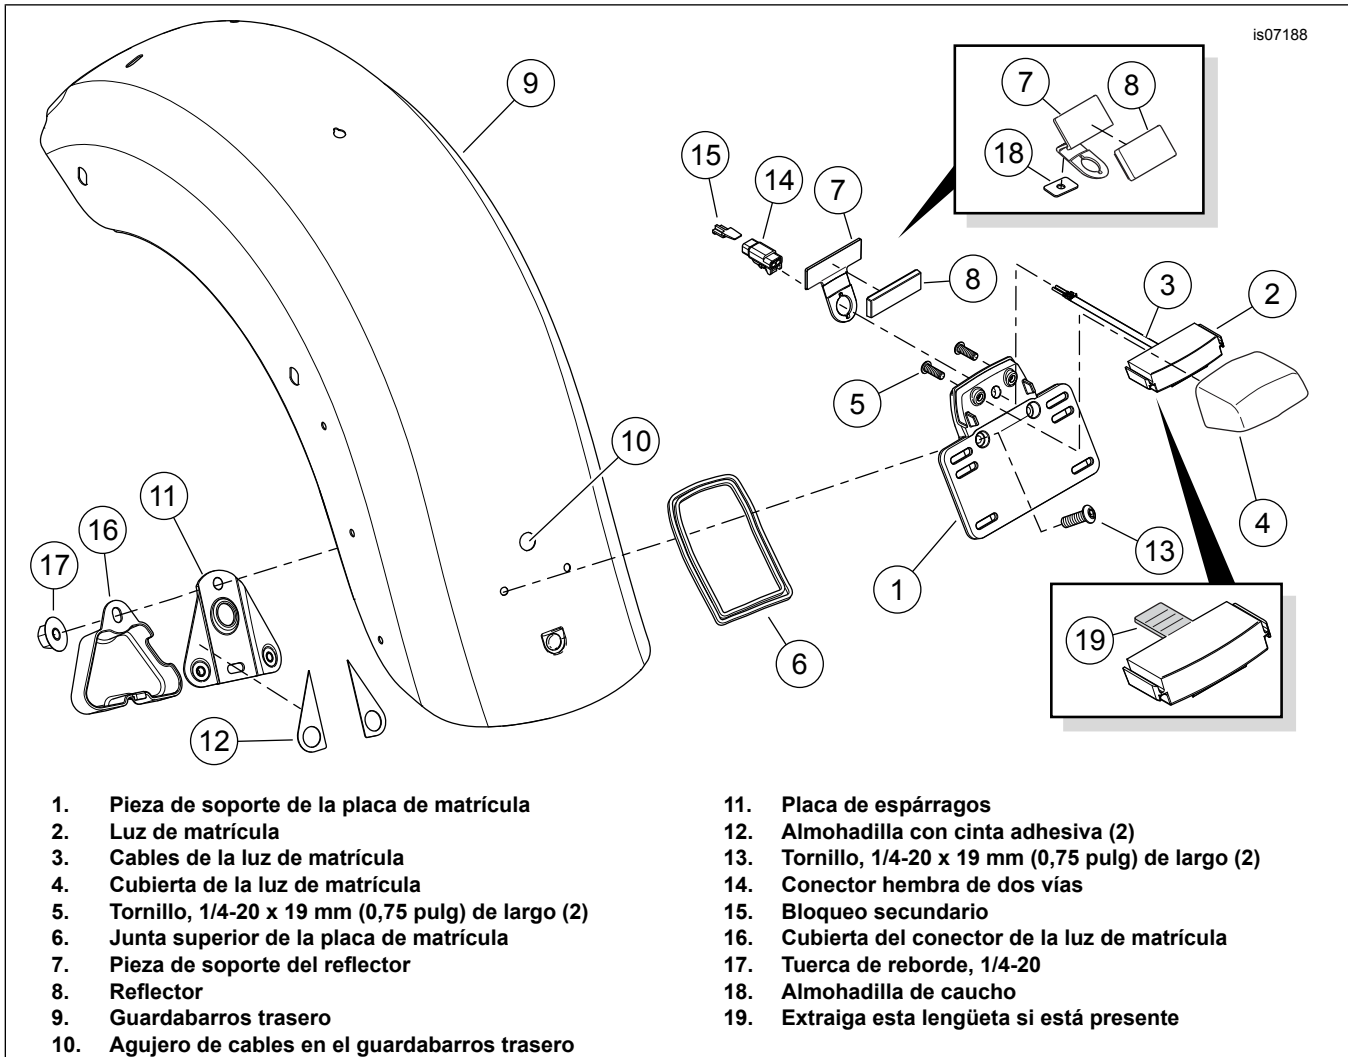

Figura 4. Instalación de la luz y pieza de soporte de la placa de matrícula
Algunas luces de la placa de matrícula tienen una lengüeta (vea el artículo 19 del cuadro en Figura 4) que impedirá la instalación. Quite la lengüeta antes de seguir.
1. Vea Figura 4. Arme la luz de matrícula (2) y la cubierta (4) en la pieza de soporte de la placa de matrícula (1). Ajuste los tornillos (5) a 6,4–7,8 N·m (57–69 in-lbs).
2. Obtenga la placa de espárragos (11) y las dos almohadillas de cinta de espuma (12) del kit. Quite el forro del respaldo adhesivo de un lado de una almohadilla. Cuidadosamente coloque la almohadilla en un reborde de la placa de espárragos, en el lado opuesto a las tuercas. Presione firmemente en su lugar. Repita con la segunda almohadilla en el reborde restante. Quite el forro del lado expuesto de las almohadillas.
3. Obtenga el reflector (8) y la pieza de soporte (7) correctos del kit. Quite el revestimiento del respaldo adhesivo del reflector. Instale en la pieza de soporte como se muestra.
Para los modelos HDI que usan la pieza de soporte del reflector 60921-09 (vea la Figura 4): Extraiga el forro del respaldo adhesivo de la almohadilla de caucho (18) de 30,0 x 19,0 x 1,6 mm (1,18 x 0,75 x 0,06 pulg.). Coloque la almohadilla en la parte trasera de la pieza de soporte del reflector (7), directamente arriba del agujero, como se muestra. Presione firmemente en su lugar.
4. Mientras sujeta la junta (6) en su lugar, inserte los cables de la luz (3) a través de la pieza de soporte de la matrícula (1), la pieza de soporte del reflector (7) y el agujero (10) en el guardabarros (9).
5. Sostenga la placa de espárragos (11) en su posición en la parte inferior del guardabarros. Asegure la pieza de soporte de la placa de matrícula (1) a la placa de espárragos con los tornillos (13). Apriete los tornillos firmemente.
6. Inserte los cables de la luz de la placa de matrícula dentro del conector hembra de dos vías (14), de acuerdo con el Manual de servicio. Asegúrelos con el bloqueo secundario (15). Conecte el conector macho de dos vías del arnés trasero en el portalámpara de la luz de la matrícula [45B].
7. Instale la cubierta del conector de la luz de la placa de matrícula (16). Asegúrela con una tuerca de reborde (17). Apriete la tuerca a 3,4–5,1 N·m (30–45 in-lbs).